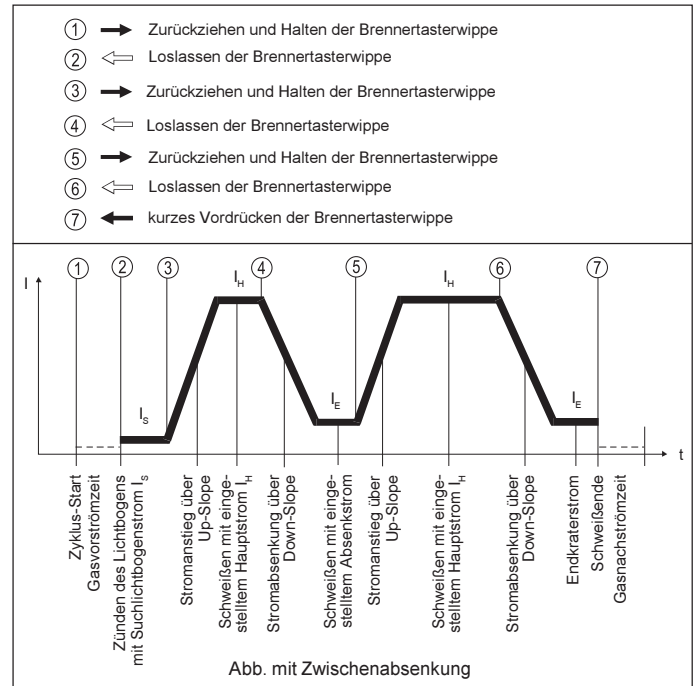

Abb. 5a Funktionsablauf im Spezial-4-Taktbetrieb - Variante II
**Spezial-4-Taktbetrieb - Variante II / III / IV / V (Abb.5a/b/c/d)**